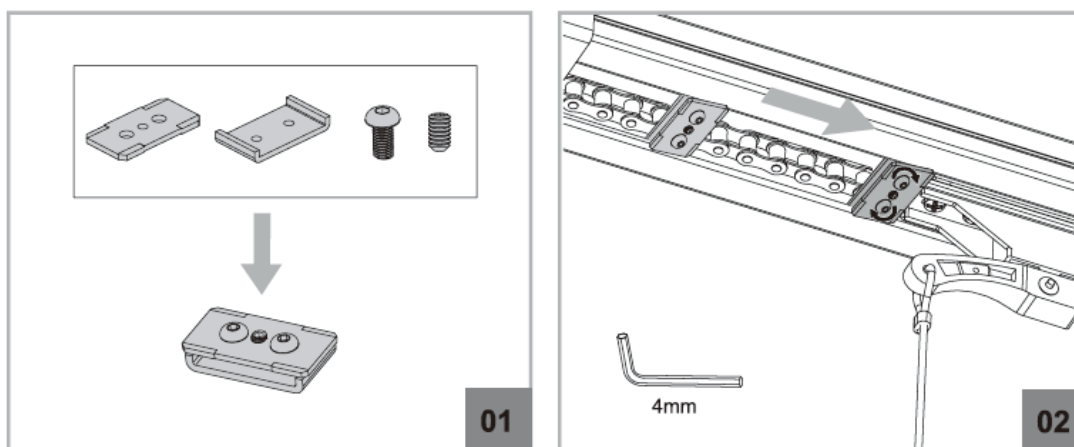

Rys. 3.
9. Unieść tylną część szyny tak, aby znajdowała się na tej samej wysokości jak wspornik, jednocześnie zachowując prostopadłość do podłogi (Rys. 3). Jeżeli zestaw jest montowany bezpośrednio do ściany, prosimy przejść do podpunktu 13;